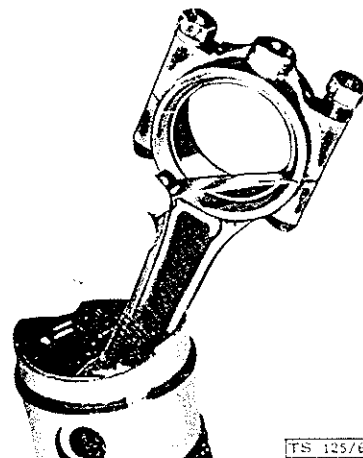

BILD 55A: Pleuellagervorspannung prüfen
- b) Anschließend eine Mutter lösen und die Spaltbreite mit einer Fühllehre prüfen. (Bild 55A und 55B)